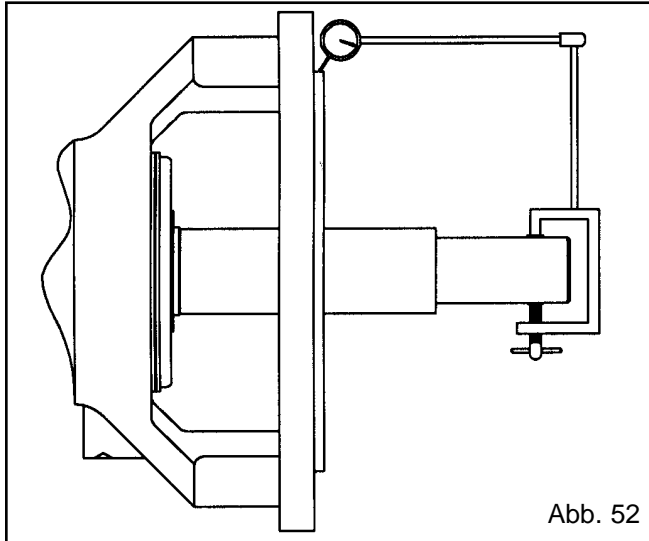

Abb. 52
25. Den Rundlauf der Lagerrahmenverriegelung (228) wie folgt überprüfen:
- Die Meßuhr, wie auf Abb. 52 gezeigt, an der Welle anbringen.
- Die Welle (122) so drehen, daß sich der Anzeiger um 360 Grad entlang der Lagerrahmenverriegelung (228) mitdreht. Wenn die Gesamtablesung mehr als 0,08 mm beträgt, die Ursache suchen und beheben.